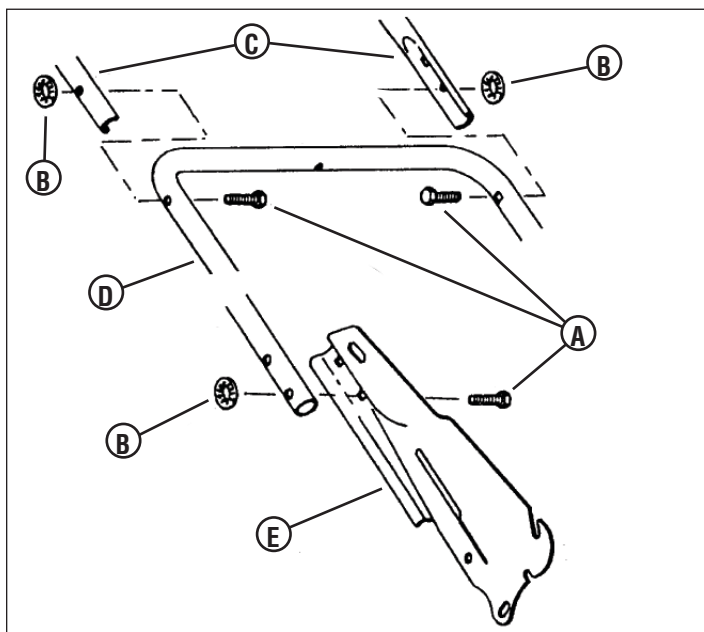

Figure 1
2. Retirer les quatre vis d'assemblage à tête hexagonale (A, Figure 1) et les retenues de boulons (B) qui retiennent la poignée supérieure (C), la poignée du milieu (D), et les supports de la poignée inférieure (E) ensemble. Jeter ce matériel, puisqu'il est destiné à l'emballage uniquement.